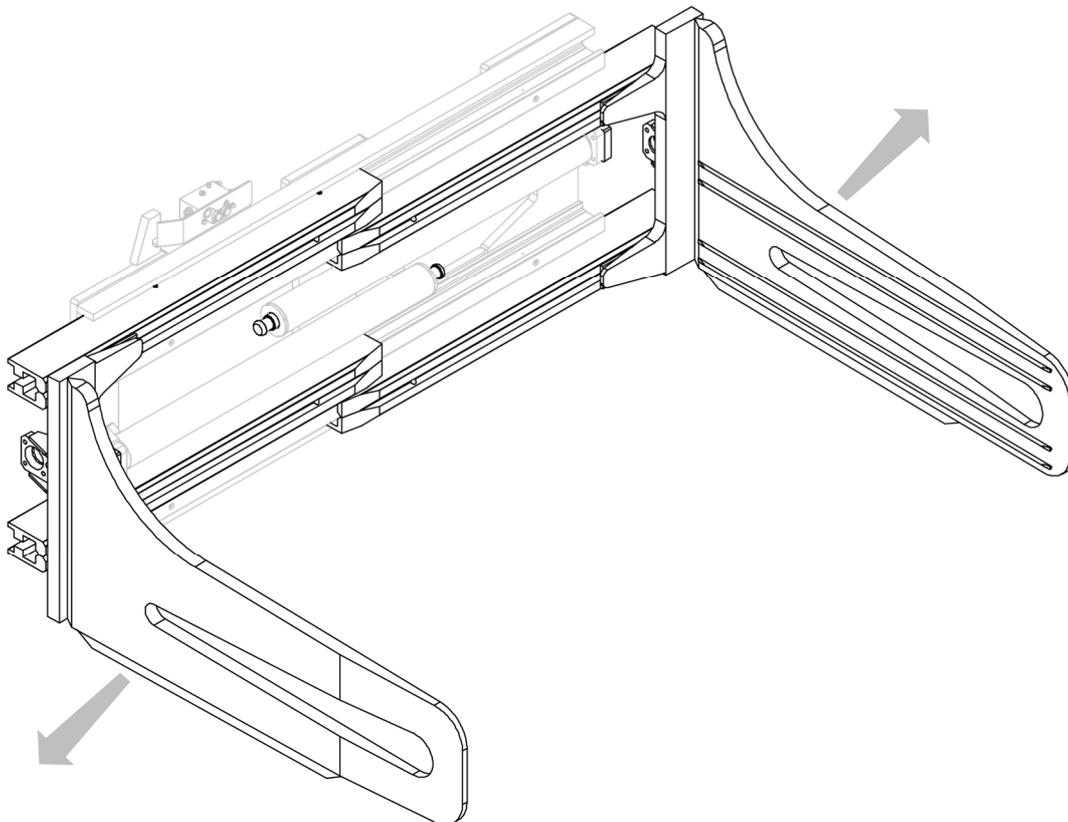

Abbildung 18
4. Ziehen Sie die Gabeln mit den entsprechenden Backen aus ihren Aufnahmen (siehe *Abbildung 18*).